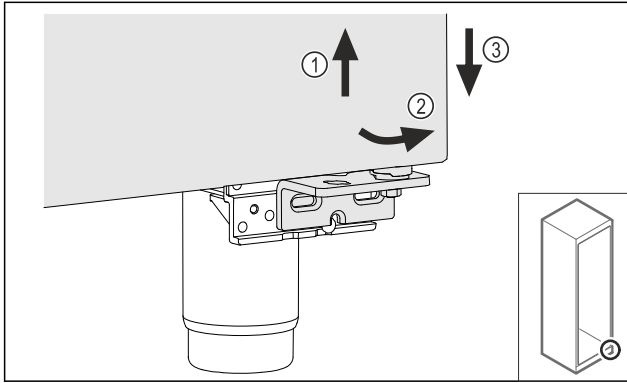

Fig. 21
- ▶ Ανασηκώστε ελαφρώς την πόρτα Fig. 21 (1), γείρετέ την κάτω προς τα εμπρός Fig. 21 (2) και κατεβάστε τη Fig. 21 (3).